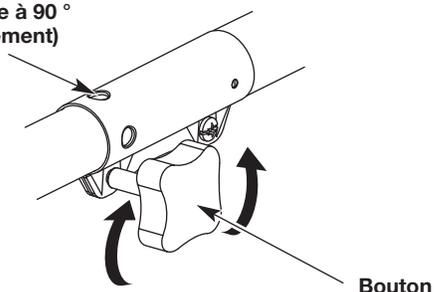
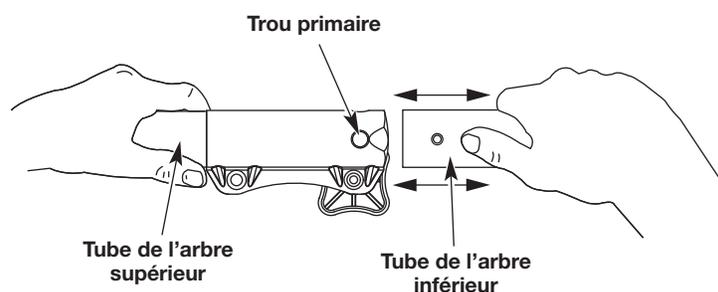

Fig. 1
Fig. 3
1. Tournez le bouton dans le sens horaire inverse pour le desserrer (Fig. 1).
2. Tout en tenant fermement l'accessoire, poussez-le tout droit dans le coupleur jusqu'à ce que le bouton de déclenchement s'enclenche correctement dans le trou primaire (Fig. 3).
3. Tournez le bouton dans le sens horaire pour le serrer (Fig. 1).
**ATTENTION :** Avant d'utiliser l'appareil, s'assurer que le bouton de déverrouillage est entièrement enclenché dans l'orifice principal (Fig. 3) et que la poignée (Fig. 1) est bien serrée.
Pour une bordure décorative réalisée avec un accessoire taille-bordures, verrouiller le bouton de déclenchement dans l'orifice de bordure à 90° (Fig. 1).
3. Tout en tenant fermement le tube de l'arbre supérieur, tirez l'accessoire en ligne droite pour le détacher du coupleur (Fig. 3).